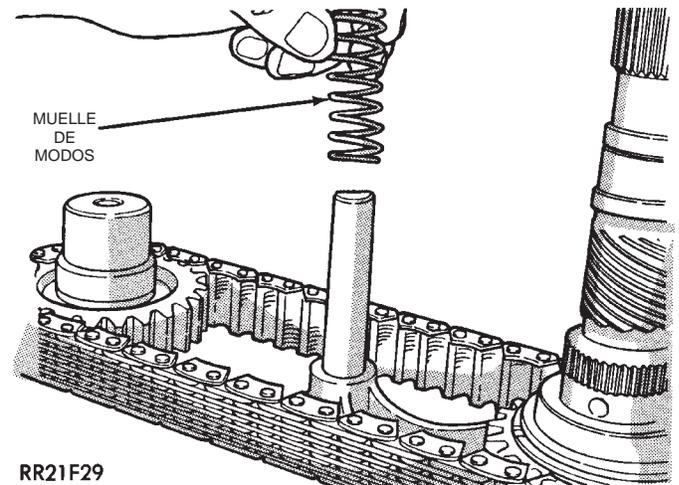

Fig. 21 Desmontaje del muelle de la horquilla de modos
(6) Retire el muelle de la horquilla de modos (Fig. 21).